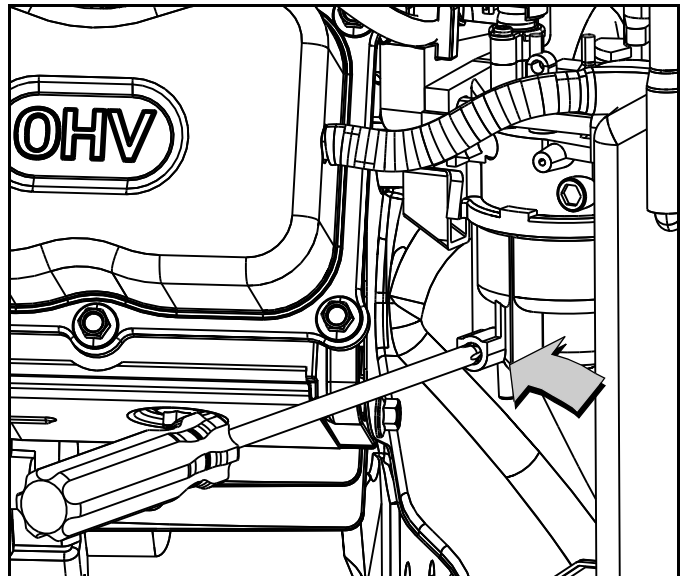

Figura 4-5. Vacíe la cámara del flotador del carburador
7. Vea la Figura 4-5. Retire el tornillo Phillips de la cámara del flotador del carburador y vacíe completamente la gasolina en un recipiente apropiado. Instale el tornillo Phillips y apriételo hasta que esté ajustado.